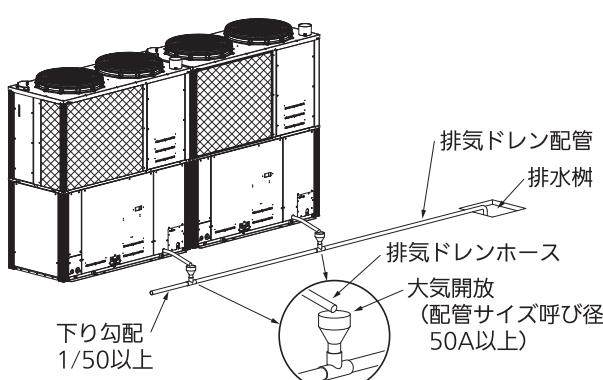

図 11：排気ドレンを排水樹に接続する場合
- 室外ユニットの排気ドレンをふたのある排水樹、溝等に接続する場合や、同一箇所に排出する場合は、図 11 のように排気ドレン中の排気ガスを大気に放出する配管仕様にする
● ドレン配管は 1/50 以上の下り勾配とし、口径を縮管しないでください（図 11、12）。また、配管の途中にトラップや山越えを作らないようにしてください。